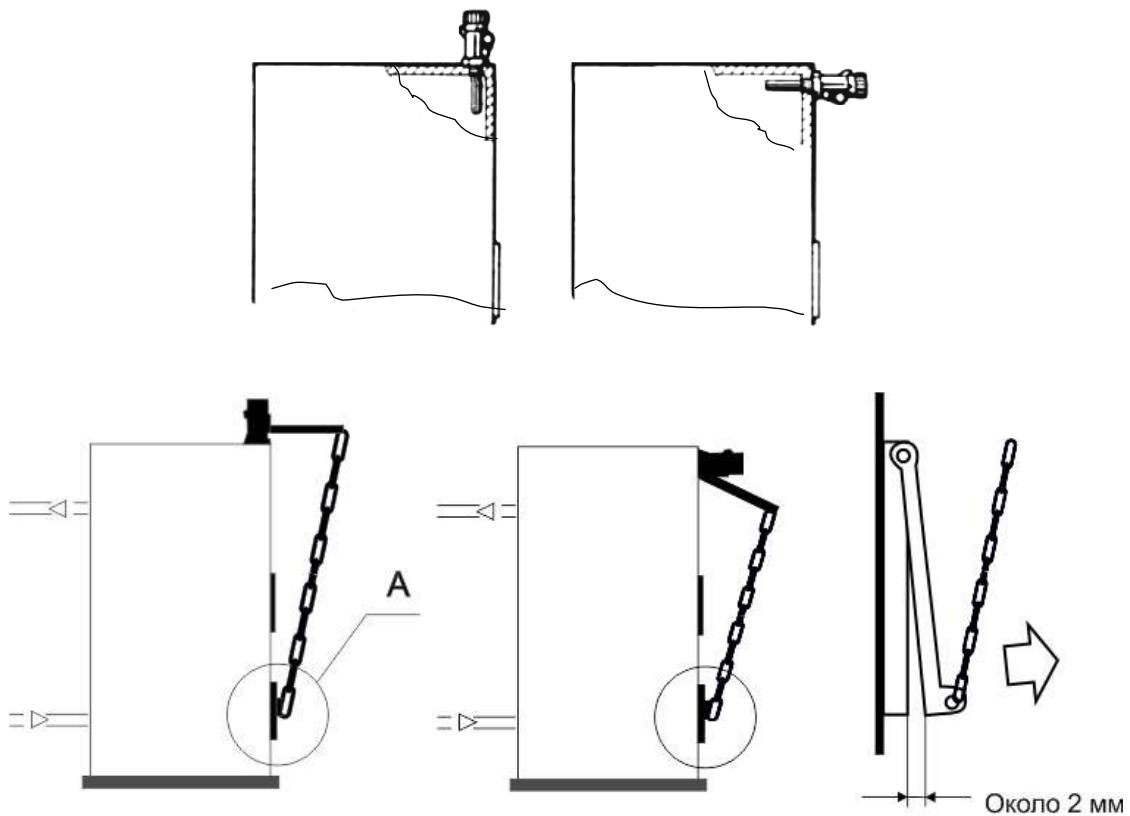

Рисунок 7 – Схема закрепления тягогорегулятора на заслонке нижней дверцы Котла
- настройка тягогрегулятора — нагреть Котел до 60°C (температура должна быть стабильной на протяжении не менее 30 минут), установить ручку настройки регулятора в положение, соответствующее показанию котлового термометра (в случае вертикальной установки следует использовать белые цифры), настроить цепь регулятора заслонки так, чтобы щель составляла примерно 2 мм (см. рисунок 7 вид А).